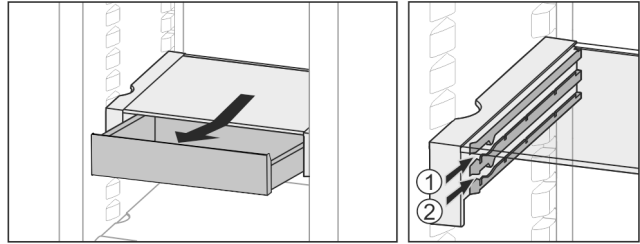

Fig. 26
- На любой высоте Fig. 26 (1) или Fig. 26 (2) вставьте.